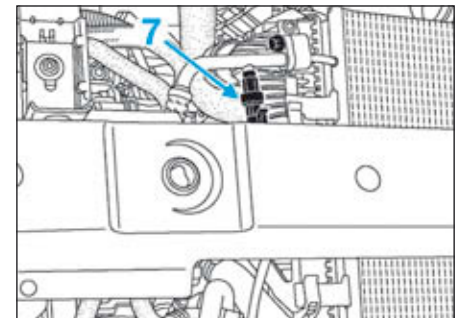

FIG.7
- Débrancher le connecteur (7) du condenseur de climatisation (Fig.7).